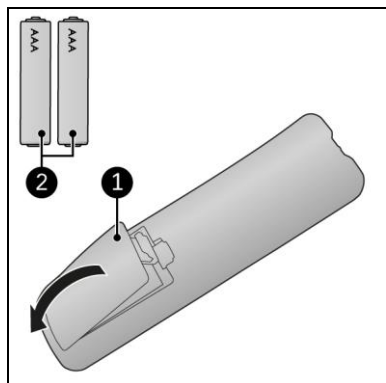

Abbildung 16
1. Entfernen Sie die Batterieabdeckung (Abbildung 16, Pos. 1).
2. Legen Sie zwei AAA 1,5 V-Batterien (Abbildung 16, Pos. 2) wie im Batteriefach angegeben ein. Stellen Sie sicher, dass die Batterien richtig eingelegt sind.